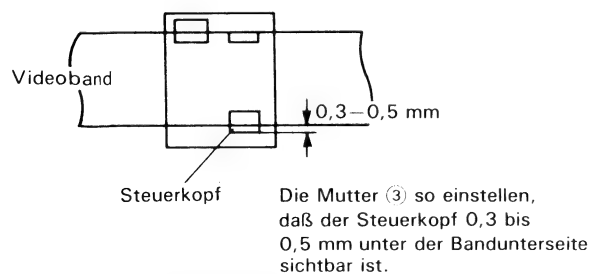

Abbildung 1-19.
7. Ein Abgleichband wiedergeben, und die Höhe des Ton-/Steuerkopfes nach Augenmaß grob einstellen, wobei die Ton-/Steuerkopf-Sechskanteinstellmutter ③ mit dem Stecknuß-Schraubendreher (JiGDRiVER110-7) soweit verstellt wird, bis sich das Band in der nachstehend gezeigten Lage befindet (siehe Abb. 1-19).